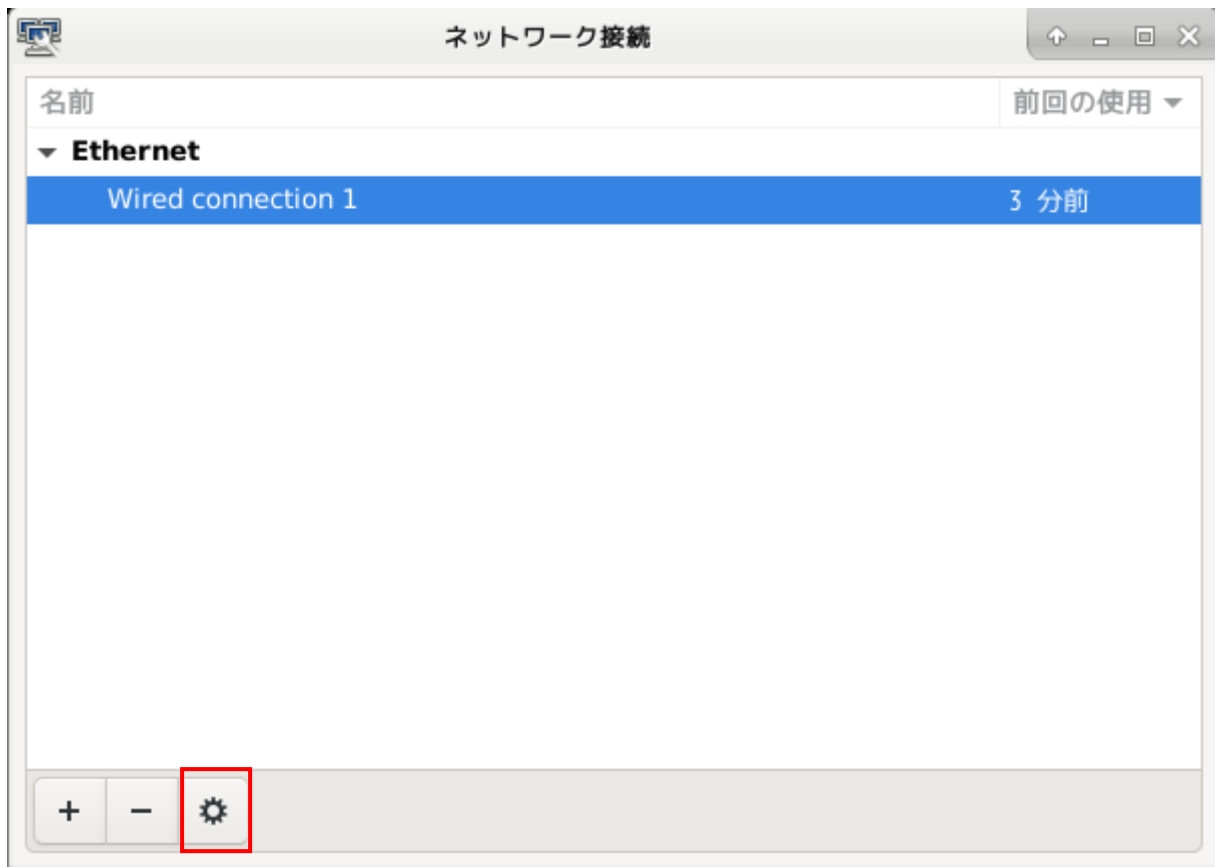

図 2-4-2. ネットワーク設定画面
- ② 図2-4-2のようなネットワーク設定画面が起動します。認識しているLANの一覧が表示されています。